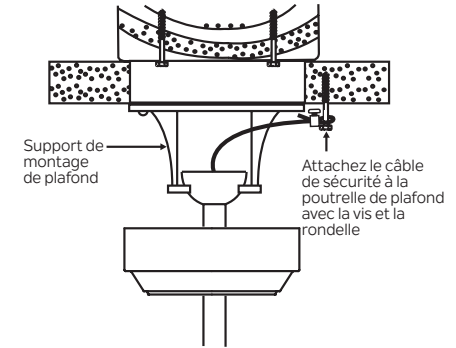

Fig. 11
Étape 1. Fixez la vis en bois fournie et les rondelles à la poutrelle du plafond à côté du support de montage, mais ne serrez pas. (Fig. 11)